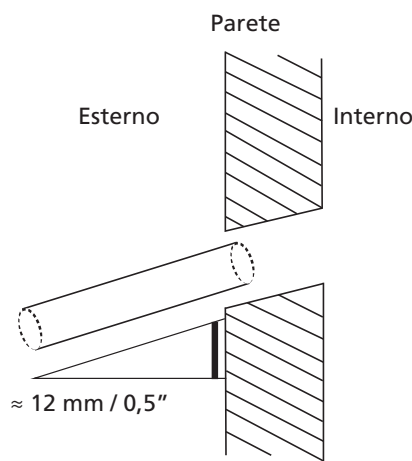

Fig. 6.5
3. Realizzare il foro nella parete usando una punta da 65 mm (2,5"). Il foro dovrà avere una leggera inclinazione, in modo che l'estremità esterna sia più in basso di quella interna di circa 12 mm (0,5"). Questo faciliterà lo scarico dell'acqua (Fig. 6.5). Inserire nel muro il manicotto protettivo, che proteggerà i bordi del foro e migliorerà la tenuta al termine dell'installazione.